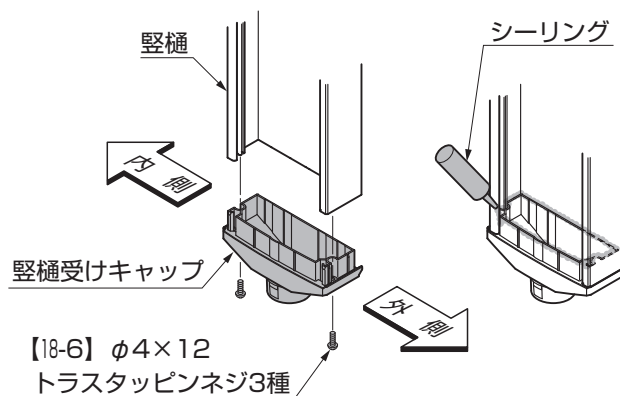

図18-7 B部詳細図 縦樋キャップの取付け
- ⑦ 縦樋に縦樋受けキャップを【18-6】で取付けてください。(図18-7参照)
- ⑧ 縦樋受けキャップ部をシーリングしてください。(図18-7参照)